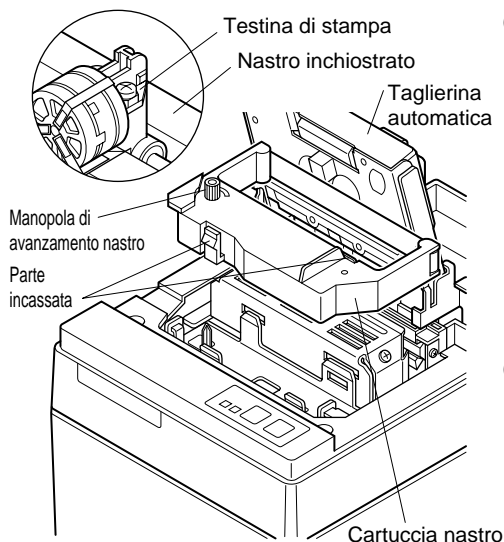

Fig. 4-10 Inserimento della cartuccia nastro
④ Inserire la cartuccia nastro nella direzione mostrata nella Fig. 4-10 e premerla in basso per caricarla. Se il caricamento della cartuccia nastro non è soddisfacente, premere in basso la cartuccia nastro girando la manopola di avanzamento nastro in direzione della freccia.